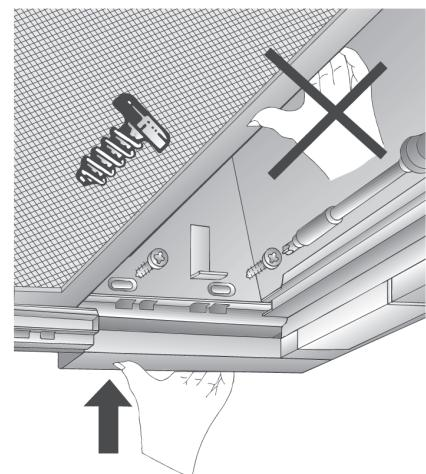

Рис. 12
7. Проведите сетевой шнур через отверстие в основном шкафу и установите трубное соединение (рис. 12).